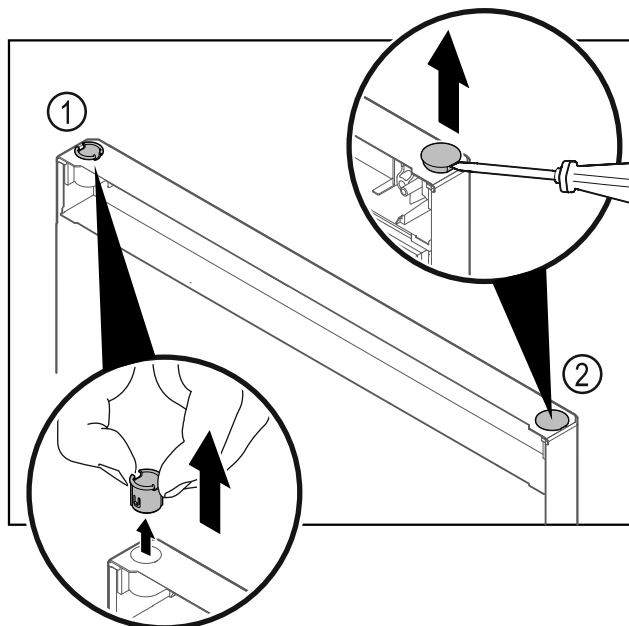

Fig. 21
- ▶ Wyjąć palcami tuleję zawiasu Fig. 21 (1).
- ▶ Zatyckę osłonki Fig. 21 (2) ostrożnie podważyć przy pomocy śrubokręta płaskiego i wyjąć.